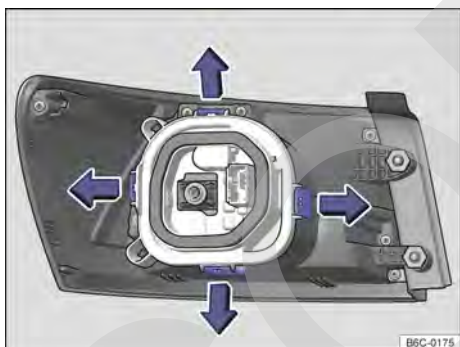

Fig. 132 Linterna trasera: desmontar el portalámparas.
9. Para desbloquear el soporte de las lámparas, presionar cada lengüeta de bloqueo → fig. 132 en el sentido de las flechas.
15. Instalar el soporte de las lámparas en la linterna trasera. Las lengüetas de bloqueo → fig. 132 deben encajar de forma audible.